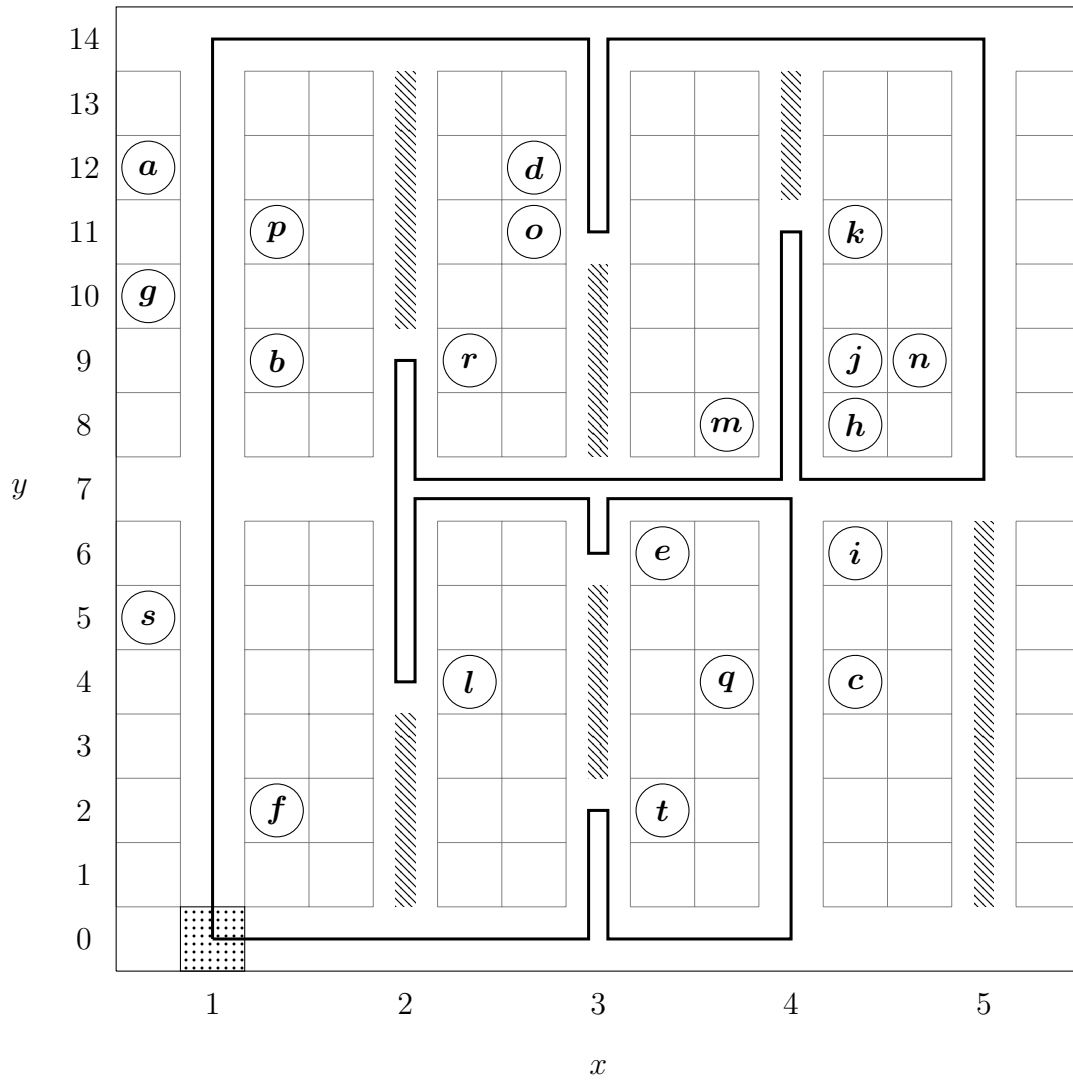

Abbildung 2: Order Picking Beispielinstanz
Als Beispiel dient das in Abb. 2 abgebildete Regallager. Es besitzt 5 Längsgänge (vertikal). Neben diesem besitzt es einen unteren und oberen sowie einen mittigen Quergang (horizontal). Eine horizontale Reihe von Regalen wird im folgenden als *Block* bezeichnet. Das dargestellte Lager besitzt einen oberen und einen unteren Regalblock. Die zu kommissionierenden Artikel sind durch eingekreiste Buchstaben markiert.
- a) Planen Sie einen Weg für die Instanz des Order Picking Problems aus Abb. 2 mit Hilfe der Largest Gap Strategie.
Siehe Abb. 2.